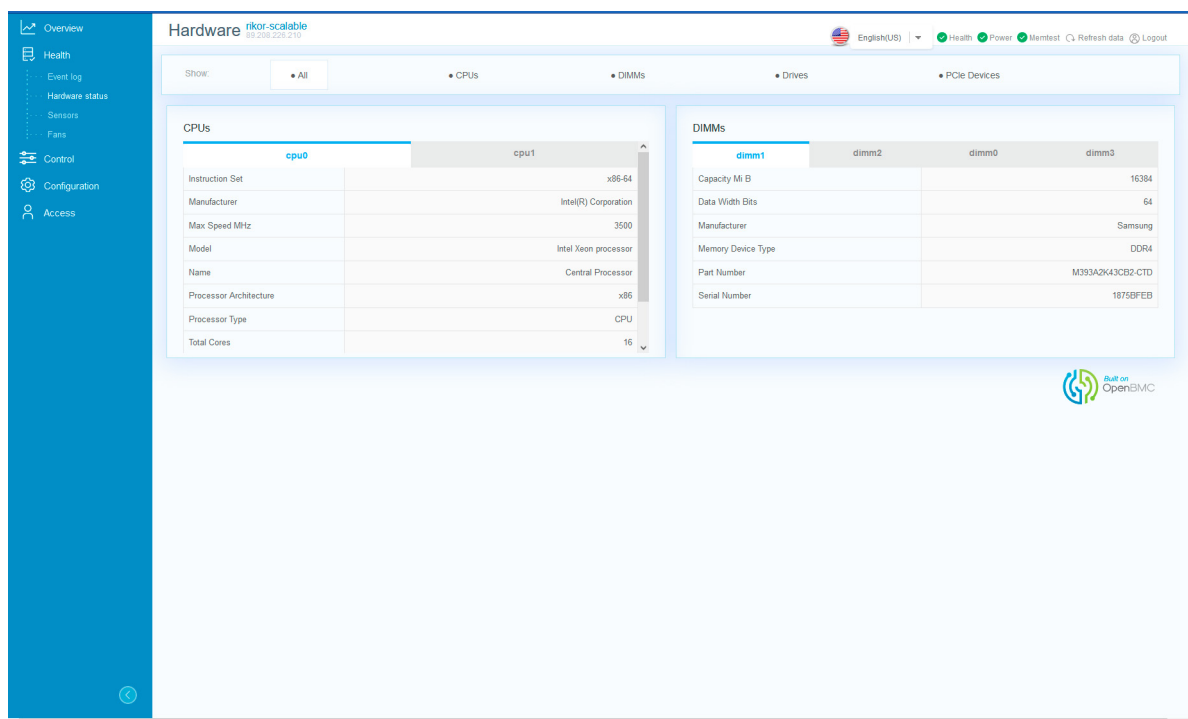

Рис. 69. Окно «Hardware status»
- 3) Пройдите во вкладку «Health» → «Hardware status» в данной вкладке отображается состояние комплектующих установленных в сервер. В поле «Show» произведите фильтрацию комплектующих для отображения состояния комплектующих. Окно показано на рис. 69 Окно «Hardware status»